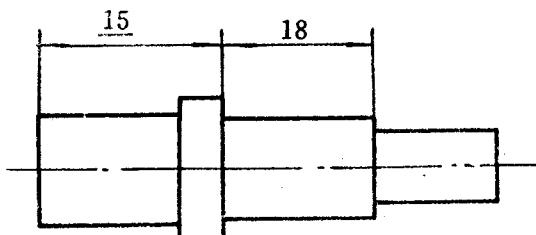
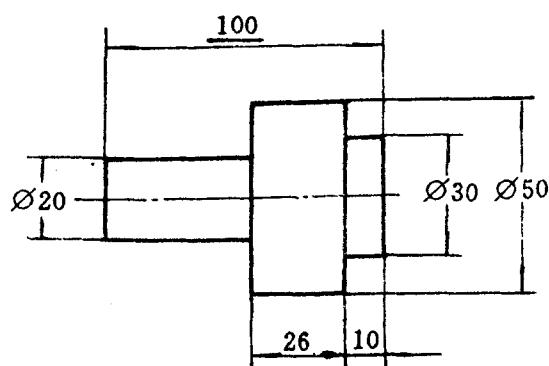

图 1
图 2
3.4 未按比例绘制的个别长度尺寸（采用断开后缩短绘制除外），可在尺寸数字下面画一粗实线（图 1、图 2）。